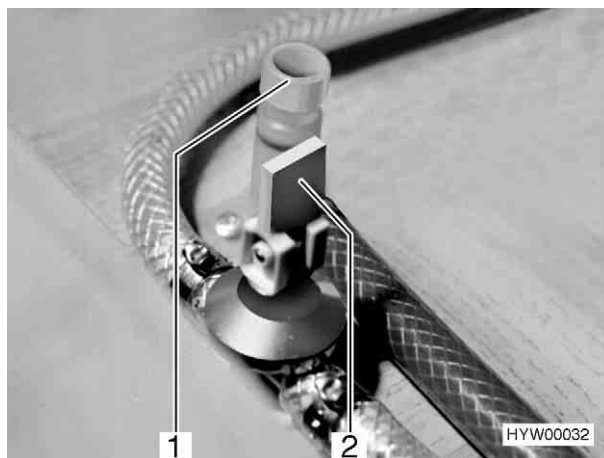

Fig. 105 Rubinetto di scarico (pacchetto autarchico)
- Chiudere il rubinetto di scarico per il boiler. Posizionare orizzontalmente la leva d'inclinazione (Fig. 105,2).
- Chiudere il rubinetto di scarico per l'acqua fredda. Ruotare il cappelletto di valvola (Fig. 105,1) in senso orario. L'ubicazione dei rubinetti di scarico è riportata nella tabella "Posizione dei rubinetti di scarico" alla fine del presente capitolo.